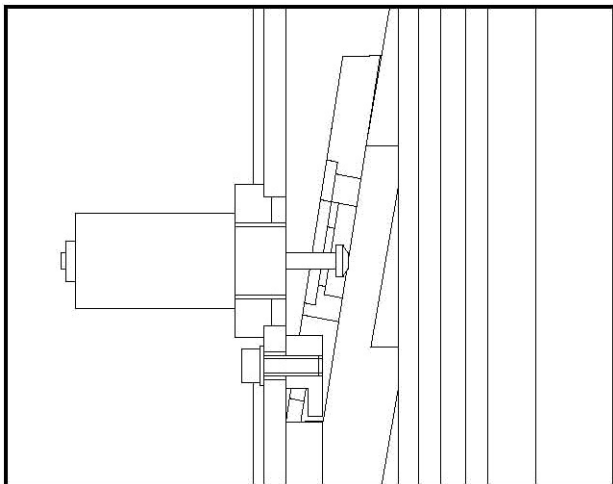

Fig. 30
- ◆ Instalar os dispositivos de segurança, incluindo eletroímã, a placa de fecho automático e a placa de suporte, no interior de ambas as colunas. (Fig. 30)